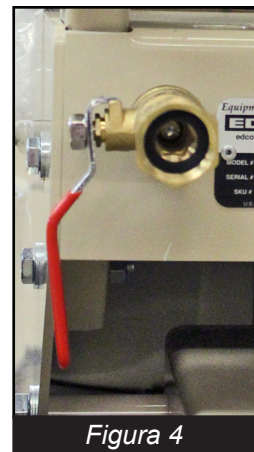

Figura 4
- En la etapa de pulido en húmedo, se introduce agua desde una manguera de jardín estándar a través de una válvula de bola de cierre, y luego a través de una boquilla que rocía sobre el ensamble del disco. (Figura 4)